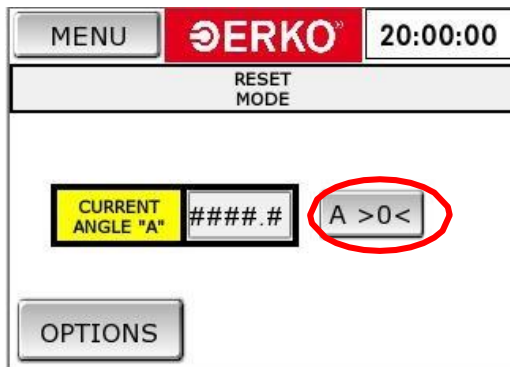
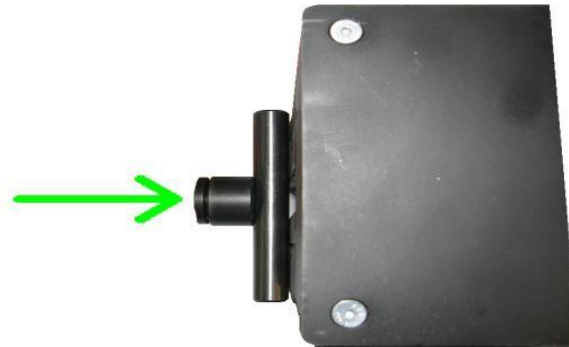

Рис. 17
Рис. 18
- Використовуючи плоский елемент, відрегулюйте важелі так, щоб вони були паралельні корпусу вимірювальної вставки (рис. 18). Утримуючи нерухомі важелі, натисніть кнопку «Reset» на панелі (рис. 17).